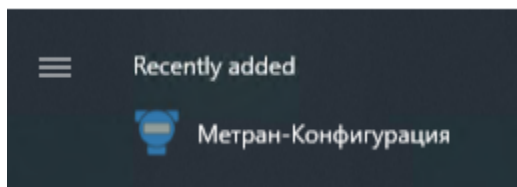

Рис. 9 Пункт стартового меню с названием установленного ПО
8. Нажмите кнопку *Завершить*. В стартовом меню появится пункт меню *Метран-Конфигурация* (рис. 9).